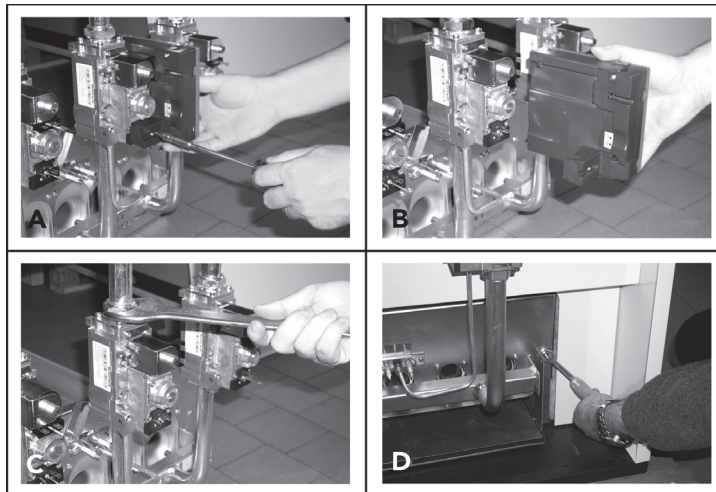

fig. 9 - Demontarea și curățarea arzătoarelor
- Deșurubați cele două șuruburi care fixează unitățile electronice de control al flăcării la valva de gaz (det. A - fig. 9) și demontați-le de pe valvele de gaz (det. B - fig. 9).
- Deșurubați piulițele care fixează tubul de alimentare cu gaz din amonte de valvele de gaz (det. C - fig. 9).
- Deșurubați cele două piulițe care fixează ușa camerei de ardere de elementele din fontă ale centralei (det. D - fig. 9).